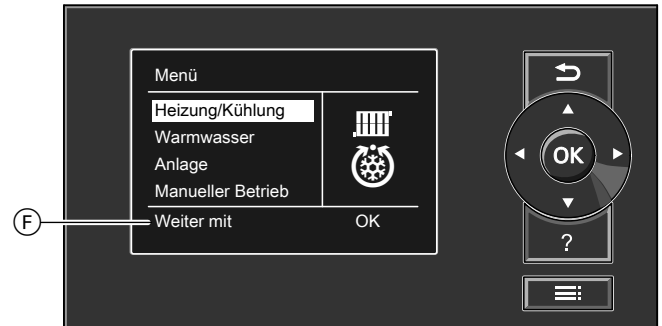

Abb. 6
In der Dialogzeile (F) erhalten Sie die erforderlichen Handlungsanweisungen: Siehe Abbildung 6 auf Seite 19.